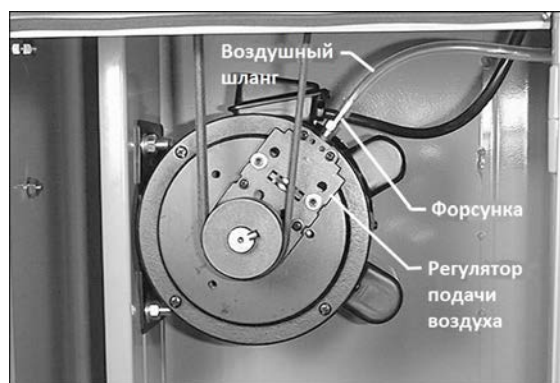

Рис. 33.
См. Рис. 33 и 34.
1. Воздушный шланг, который уже подсоединен к корпусу станка, нужно провести через отверстие в тумбе (показано на Рис. 16) и подключить к форсунке регулятора подачи воздуха на электродвигателе (Рис. 33). С помощью зажигалки или спичек кратковременно погрейте конец шланга, чтобы насадить его на форсунку. При остывании шланг плотно обожмет форсунку, обеспечив герметичное соединение.